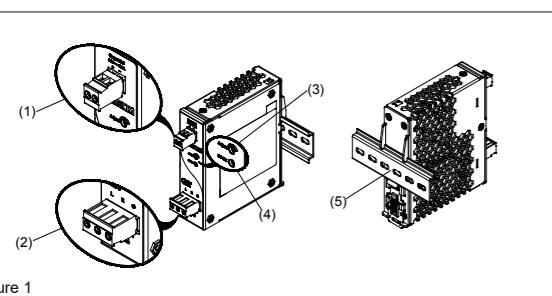
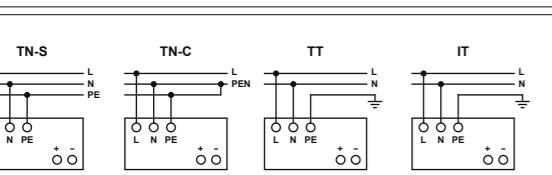

Figure 1
Figure 6
#### 2. Gerätebeschreibung (Abb. 1)
#### 5.1. Anschluss der Eingangsklemmen (Abb. 1 (1), Abb. 6)
#### 5.2. Anschluss der Ausgangsklemmen (Abb. 1 (2))
Verwenden Sie die Schraubklemmen „+“ und „-“, um den 24Vdc-Anschluss herzustellen. Am Ausgang stehen 24Vdc zur Verfügung. Die Ausgangsspannung kann am Potentiometer zwischen 24 und 28Vdc eingestellt werden. Die grüne LED „DC OK“ zeigt die korrekte Funktion des Ausgangs an (Abb. 1 (4)). Das Gerät verfügt über einen Kurzschluss-, Überlast- und Überspannungsschutz, der auf 35Vdc begrenzt ist.
#### 2. Device description (Fig. 1)
#### 5.1. Input connection (Fig. 1 (1), Fig. 6)
Use L, N and PE connections of input terminal connector (see Fig. 1 (1)) to establish the 100-240Vac connection.
#### 5.2. Output connection (Fig. 1 (2))
Use the “+” and “-“ screw connections to establish the 24 Vdc connection. The output provides 24Vdc. The output voltage can be adjusted from 24 to 28Vdc on the potentiometer. The green LED DC OK displays correct function of the output (Fig. 1 (4)). The device has a short circuit and overload protection and an over voltage protection limited to 35Vdc.